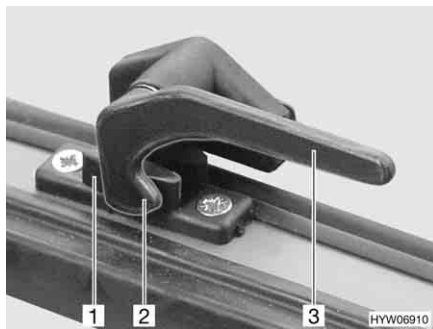

Fig. 96 Leva di serraggio in posizione "Chiuso"
- Ruotare tutte le leve di serraggio (Fig. 96,3) di un quarto di giro verso il centro dell'oblò.
- Ruotare tutte le leve di serraggio (Fig. 96,3) di un quarto di giro verso il telaio. Il nasello di chiusura (Fig. 96,2) si trova sul lato interno del bloccaggio dell'oblò (Fig. 96,1).
- In posizione "Completamente chiusa" (Fig. 96)